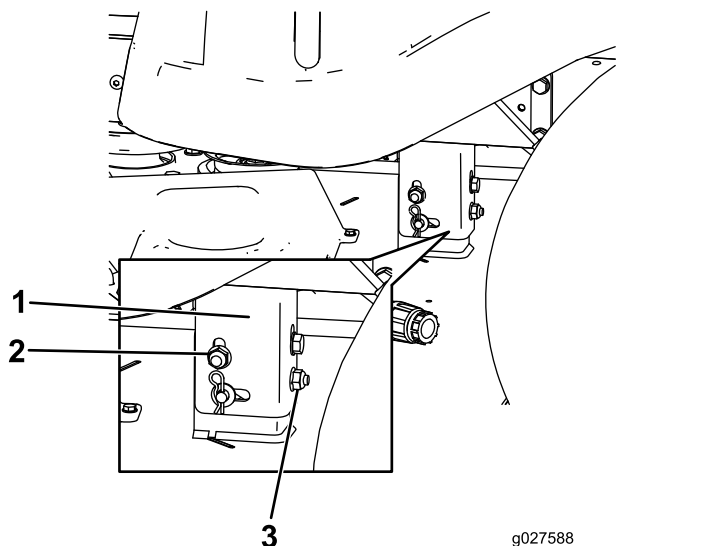

Figura 66
8. Eleve o baje el lado izquierdo de la carcasa de corte girando la tuerca trasera (Figura 66).
Nota: Gire la tuerca trasera en sentido horario para elevar la carcasa de corte; gire la tuerca trasera en sentido antihorario para bajar la carcasa de corte. (Figura 66).